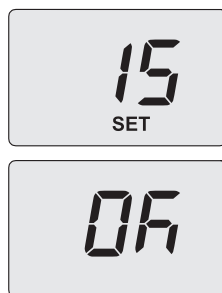

Рис. 8.7
На дисплее отобразится надпись **SET** (Рис. 8.7).
- С помощью кнопки 12 (Рис. 8.2) подтвердите заданное значение. На дисплее на 3 сек. появится надпись **Ok** (Рис. 8.7) с последующей визуализацией перечня параметров.